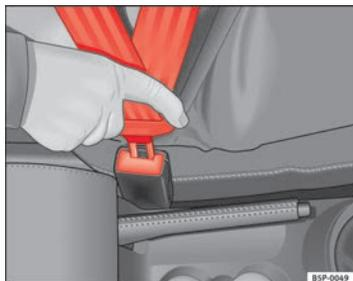

Fig. 12 Fecho e lingueta do cinto de segurança
- Insira a lingueta no fecho do banco correspondente, até se ouvir encaixar ⇒ Fig. 12.